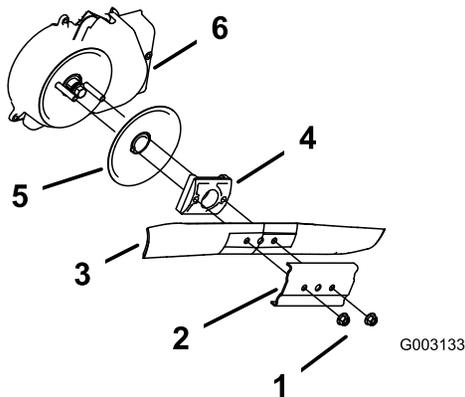

Figure 25
3. Retirez les 2 écrous de la lame et le renfort (Figure 25).
4. Déposez la lame (Figure 25).
5. Déposez le dispositif d'entraînement de la lame et le disque (Figure 25).
6. Déposez la protection du débrayage de frein de lame (Figure 25).
10. Reposez la lame et le renfort déposés précédemment (Figure 25).